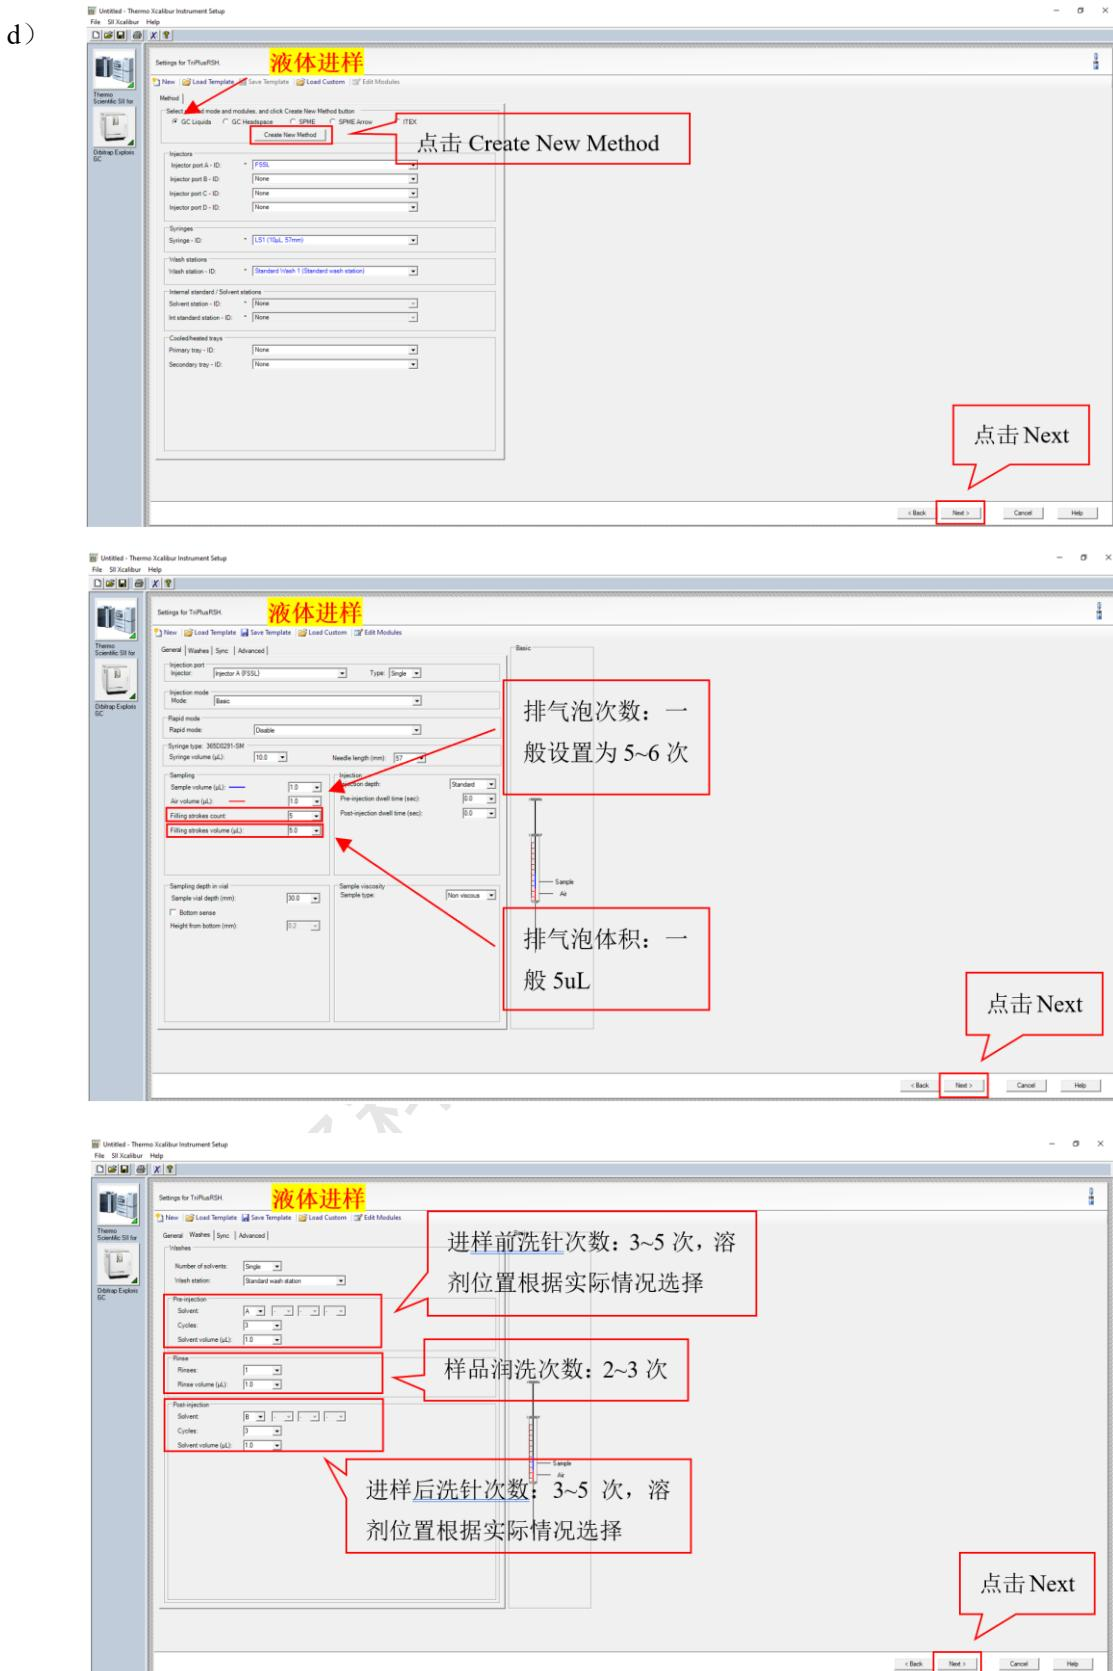

图6-7 液体进样方法
按照图 6-7 (a) ~ (d) 所示步骤新建液体进样方法：
- 液体进样参数设置如下：勾选 GC Liquids，点击 Create New Method，参照图 6-7，依次设置：